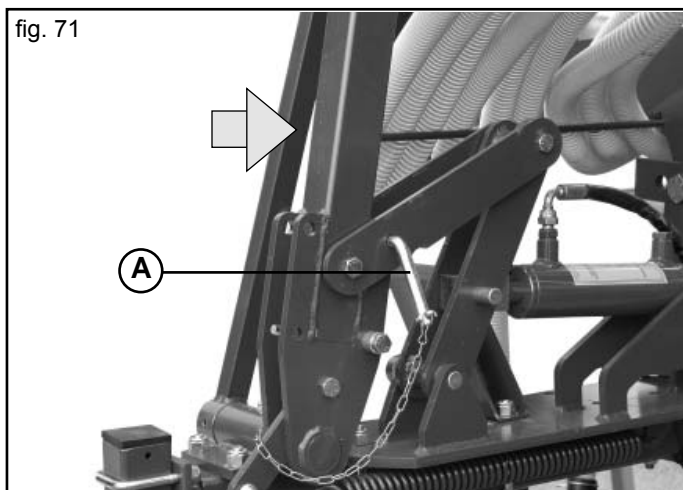

fig. 71
ciare le sicurezze previste su entrambi i bracci (A, Fig. 71),
segnafile (A, Fig. 71) in posizione verticale.
- Sganciare le sicurezze (Fig. 71) ed aprire manualmente i bracci segnafile fino ad appoggiarli al suolo.